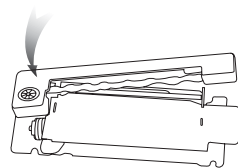

图3-6
(3) 取新色带匣且带芯应拉直，对准后，先将色带匣左端轻压套在机头齿轮凸轴上，再轻压色带匣右端，将色带匣装平即可。如轻压左端色带匣下不去，则应取出色带匣并转动其转轴，再重新安装(如图3-6所示)。